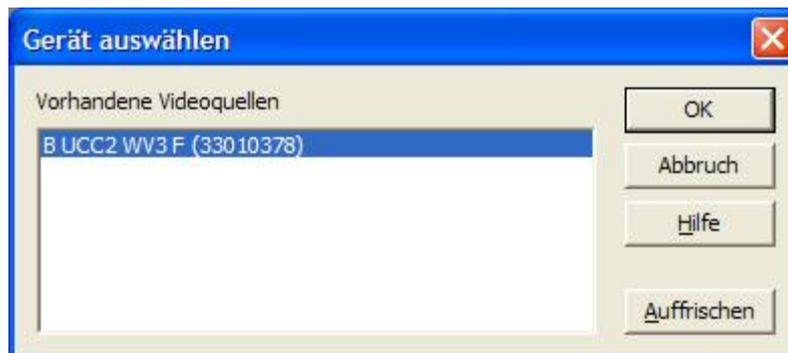

Bild 21: PHYTEC Vision Demo – Gerät auswählen
- Danach müssen Sie zuerst die richtige Bildquelle auswählen. Wählen Sie hierzu bei „Gerät auswählen“ die gewünschte Kamera aus (*Bild 21*)